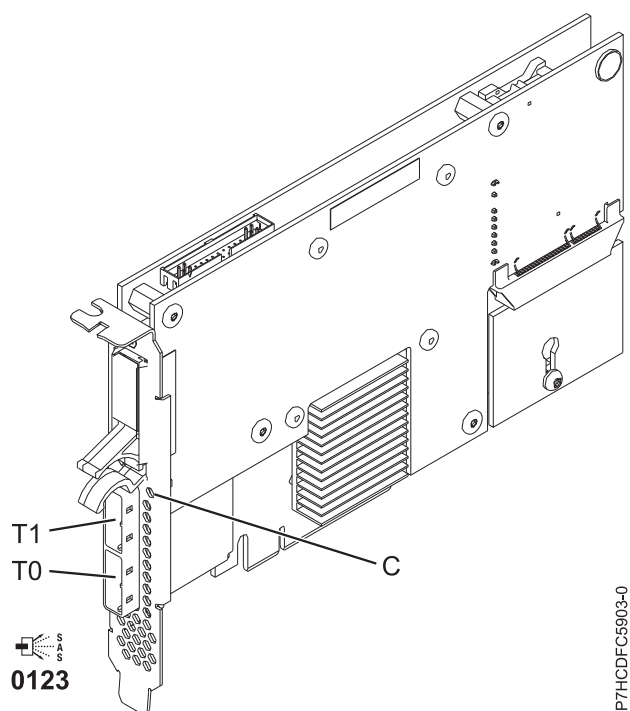

図 54. PCIe デュアル x4 3 Gb SAS RAID アダプター
5903 または 5805 には、キャッシュ・データが存在する場合に明滅する LED (184 ページの図 54 の (C)) が装備されています。キャッシュ・データ表示 LED は、アダプターの上のキャッシュにデータが存在する可能性がある場合に明滅します。キャッシュ・データ表示 LED が明滅している場合は、キャッシュ・バッテリー・パックを取り替えないでください。この LED の明滅中に取り替えると、キャッシュ・データが失われます。このアダプターのキャッシュ・データ表示 LED の場所は、184 ページの図 54 で確認してください。